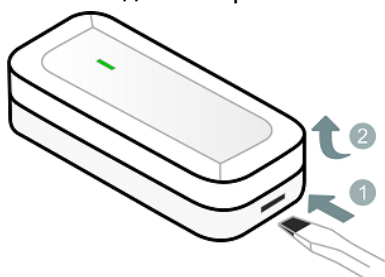
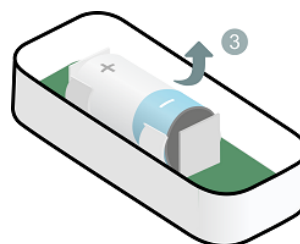

Рисунок 6.3 – Вскрытие корпуса датчика
Рисунок 6.4 – Извлечение батареи
- 2.2. Если датчик не в первый раз переводится в режим связывания, то вскройте корпус датчика: при помощи плоской отвертки нажмите на одну из защелок и, не отпуская защелку, потяните крышку корпуса вверх (см. рисунок 6.3). Извлеките батарею из датчика (см. рисунок 6.4). Подождите 30 секунд и установите батарею обратно, соблюдая полярность.
- 2) Вскройте корпус датчика протечки (см. рисунок 6.3) и извлеките заводской провод из клеммной колодки датчика.
2. С помощью индикации на датчике. Для этого вскройте корпус датчика (см. рисунок 6.3) и дважды нажмите на кнопку тампера (9, рисунок 2.2). Посмотрите на индикатор датчика. Соответствие уровня связи и индикации представлено в таблице 9.1.
- 1) Вскройте корпус датчика (см. рисунок 6.3).